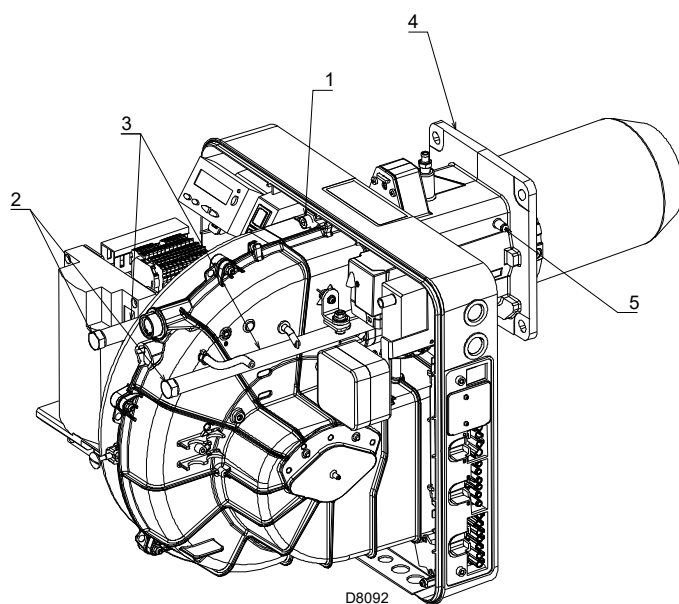

Fig. 21
- inserire il cavo della sonda ed il cavo dell'elettrodo e quindi far scorrere il bruciatore fino al manicotto, bruciatore nella posizione illustrata dalla Fig. 21;